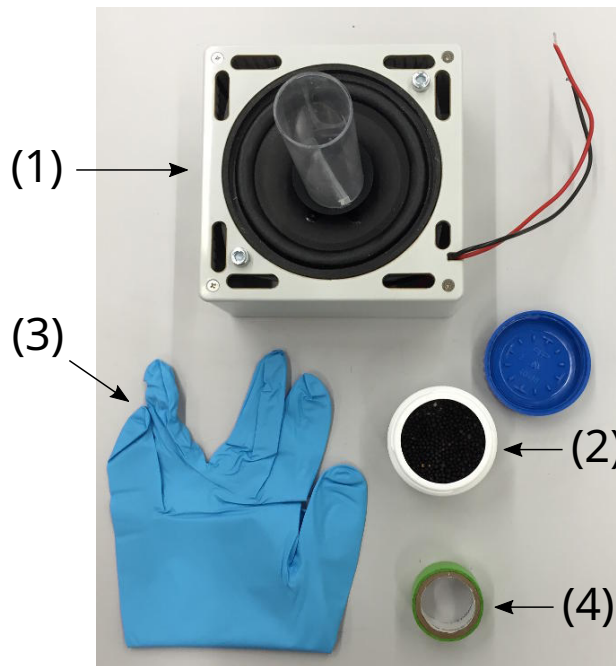

Рисунок 2: Оборудование для проведения данного эксперимента.
- Амплитуда напряжения пилообразного сигнала изменяется путем вращения ручки потенциометра *"speaker amplitude"* (4), расположенной справа. Постоянное напряжение, пропорциональное амплитуде сигнала, подается на разъем *"speaker amplitude"* (6) (по отношению к разъему *"GND"* (7)). Нумерация соответствует той, которая указана на фотографии (рис.2) в общей инструкции к экспериментальному туру.